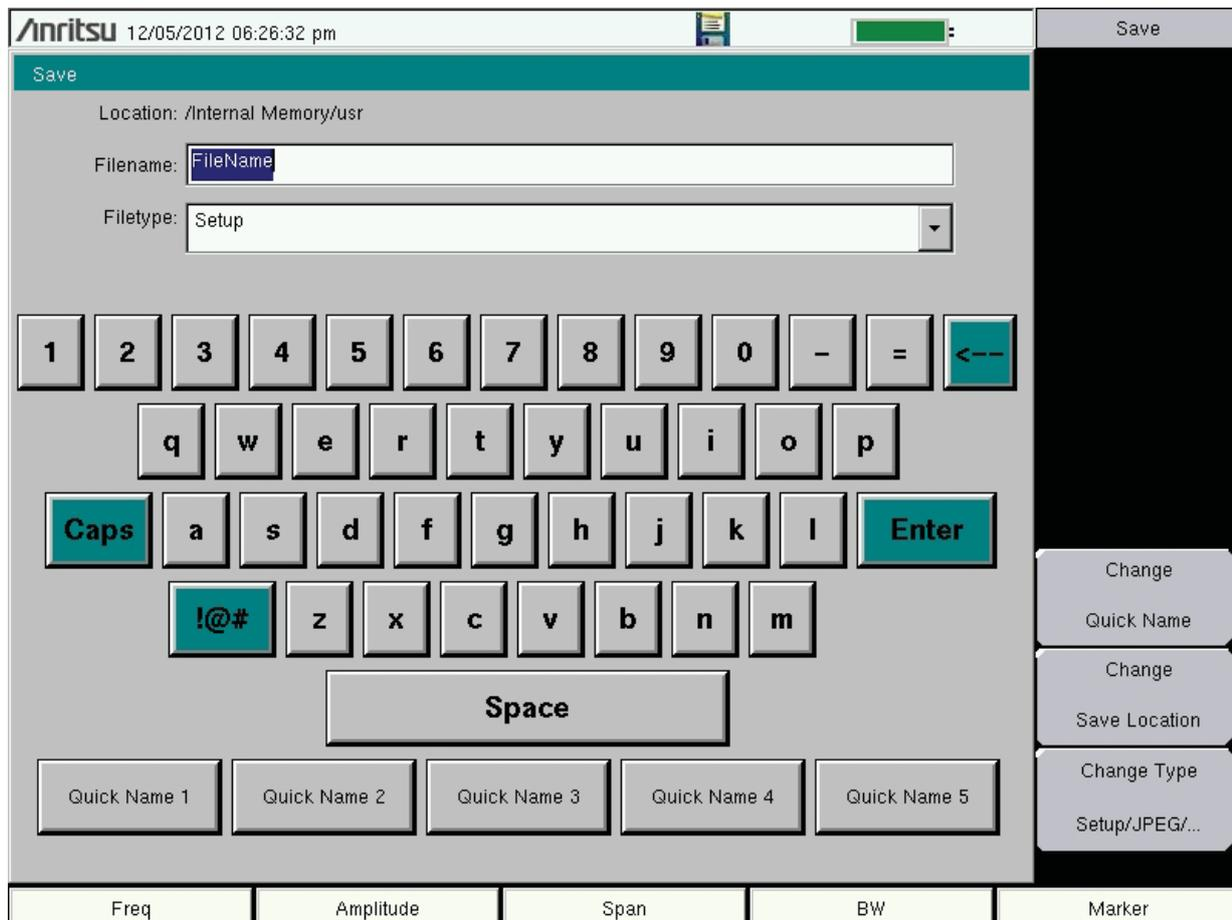
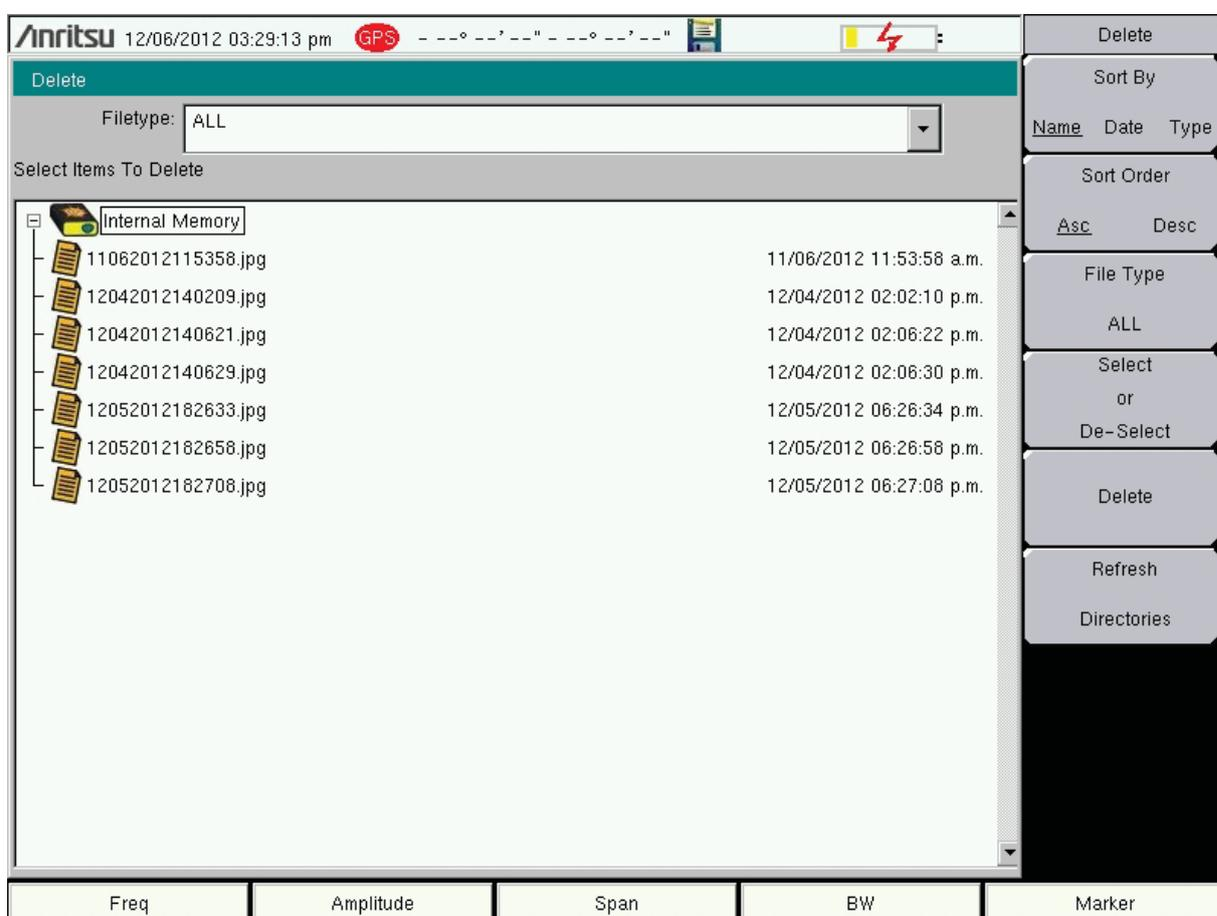

Рисунок 4-1. Диалоговое окно **Save**
Рисунок 4-4. Диалоговое окно Delete
Также для вызова окна с доступными типами файлов можно воспользоваться сенсорным экраном, как показано на рис. 4-1 на стр. 4-3, рис. 4-2 на стр. 4-5, рис. 4-3 на стр. 4-6 и рис. 4-4 на стр. 4-7.
Контекстная клавиша **Save Measurement As** (сохранить измерение как) используется для быстрого сохранения измерений в файле с определенным именем. Spectrum Master сохраняет измерения с именем последнего сохраненного файла и номером, который автоматически увеличивается и добавляется к имени. Например, если последнее измерение было сохранено с именем ACPR, то выполнение функции **Save Measurement As** приведет к сохранению следующих измерений в файлах ACPR\_#1, ACPR\_#2 и т.д. Имя файла для сохранения измерений может быть изменено с помощью диалогового окна **Save** (рис. 4-1).
Диалоговое окно **Save** (рис. 4-1) используется для сохранения файлов во внутренней памяти или на внешнем флеш-диске. Тип файла, имя файла и место сохранения устанавливаются в данном окне. Подробнее см. в разделе «Меню **Save**» на стр. 4-10 и в разделе «Меню **Save Location**» на стр. 4-11.
Клавиши **Quick Name** под клавиатурой на рис. 4-1 позволяют вводить заготовки названий для часто используемых имен файлов, в которые записываются результаты измерений. Для редактирования этих клавиш нажмите клавишу **Shift**, затем клавишу **File** (7). Нажмите **Save** и клавишу **Change Quick Name**, выберите одно из быстрых имен, которое будет редактироваться, и введите новое имя для этой клавиши. Снова нажмите **Enter**, новое имя появится на клавише.
Для открытия диалогового окна **Delete** нажмите клавишу подменю **Delete** (рис. 4-4). Подменю позволяют отсортировать файлы по типу, имени и дате сохранения. Подробнее см. раздел «Меню Delete» на стр. 4-17.